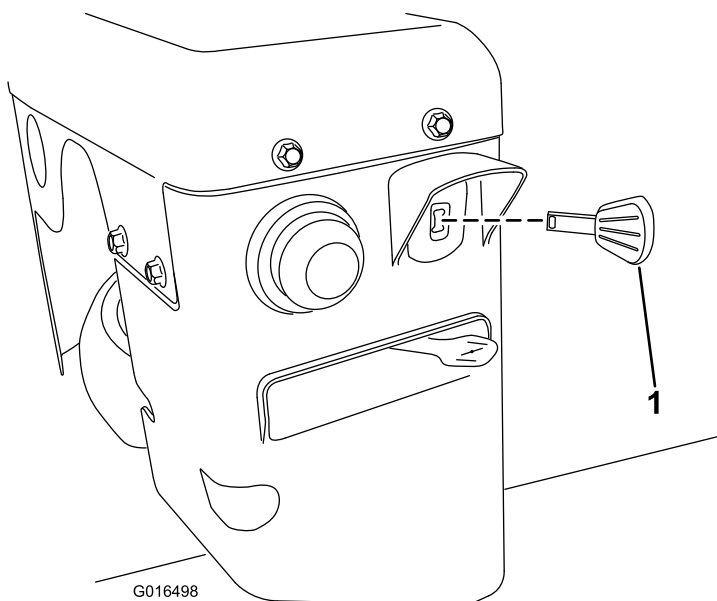

Рисунок 20
3. Вставьте до упора ключ зажигания (Рисунок 20).